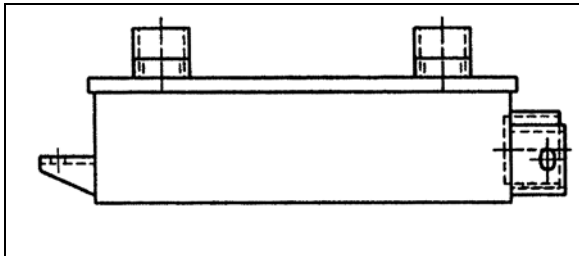

FIGURE 8: REFRIGÉRISEUR AVEC RALENTISSEUR
2. Débrancher du refroidisseur d'huile les deux boyaux de boîte de vitesses. Boucher les extrémités et raccords du boyau pour éviter la contamination de l'huile (FIGURE 8).